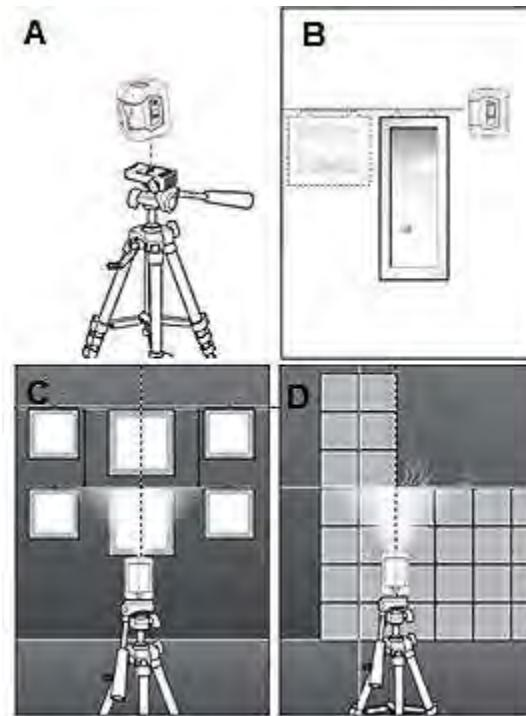

Рисунок 2
При необхідності рівень може бути встановлений на штатив з різблінням 1/4 "(10). В комплект штатив не входить. Штатив (10) стабільний і регульований по висоті. Приєднайте лазерний рівень до штатива з допомогою фіксуючого гвинта, вставляючи в отвір (9). Див. рисунок 2(A).